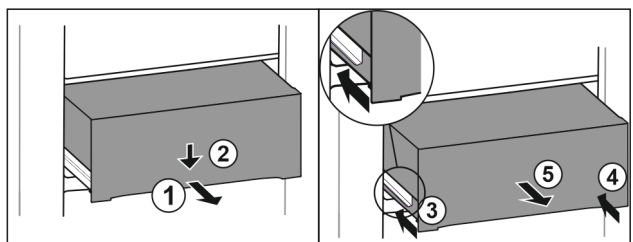

Fig. 88
- Tirer le tiroir jusqu'à mi-chemin. *Fig. 88 (1)*
- Appuyer sur l'avant du tiroir vers le bas. *Fig. 88 (2)*
- Insérer le rail gauche d'env. 2 cm. *Fig. 88 (3)*
- Insérer le rail droit d'env. 2 cm. *Fig. 88 (4)*
- Retirer le tiroir par l'avant. *Fig. 88 (5)*